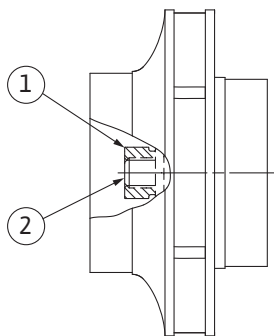

Fig. 107: Správná poloha matice oběžného kola po namontování
8. Pevně utáhněte hřídel plochým klíčem (velikost 22 mm) a utáhněte matici oběžného kola předepsaným utahovacím momentem (viz tabulka „Utahovací momenty“ [► 26]). Matice (Fig. 107, poz. 1) musí být přibližně $\pm 0,5$ mm v jedné rovině s koncem hřídele (Fig. 107, poz. 2). Pokud tomu tak není, matici povolte a opakujte úkony podle kroků 4 až 8.